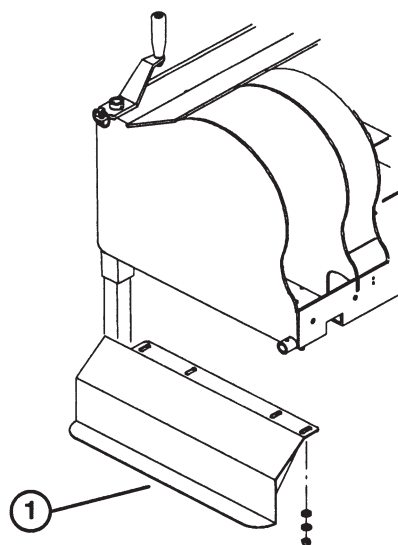

Bild 4
1. Entfernen Sie die (4) Muttern, Sicherungsscheiben und Scheiben, die locker an den unteren Enden des Aeratorrahmens befestigt sind.
2. Richten Sie die zutreffende seitliche Schutzvorrichtung (links oder rechts) auf den Befestigungsbolzen aus (Bild 4).